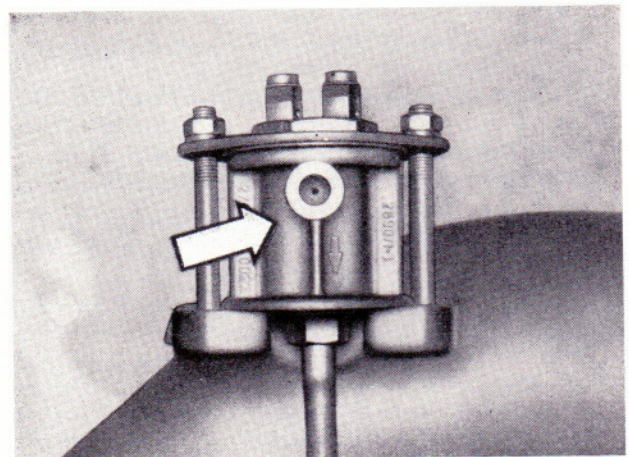

Bild 155
- Der mit „ \downarrow “ gekennzeichnete Anschluß (Drosselscheibe mit Bohrung) zeigt dementsprechend zur Motorinnenseite (Bild 155).